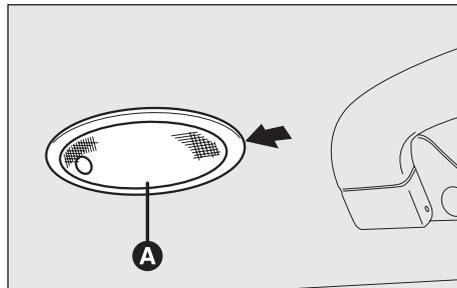

Abb. 54
– Die Deckenleuchte (**A, Abb. 54**) durch Hebeleinwirkung an den Pfeilpunkt herausnehmen.